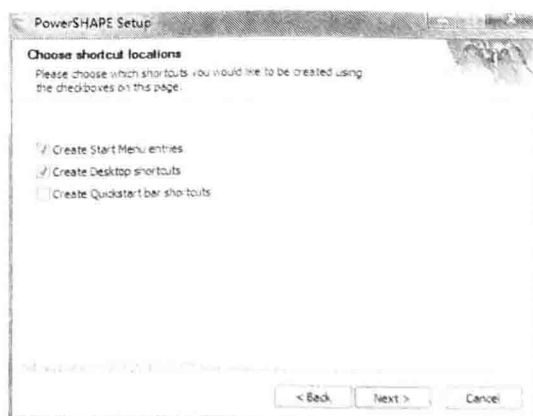

图 1-4 安装对话框 4
- (4) 单击 **Next >** 按钮, 出现新的安装界面, 默认其选项, 如图 1-4 所示。